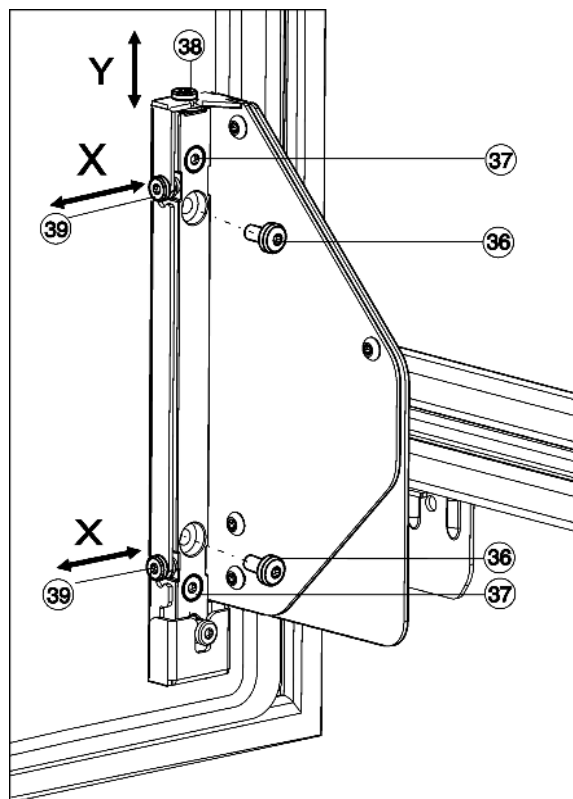

Fig. 27
- Kompletně vyšroubujte šrouby Fig. 27 (36) ven.
- ▷ Zlikvidujte šrouby Fig. 27 (36), nebudete je už potřebovat.
- Šrouby Fig. 27 (37) uvolněte pouze o 1 až 2 otočení.
- Otáčejte stavěcím šroubem (38). Ve směru hodinových ručiček: Dvířka se pohybují max. 4 mm nahoru. Proti směru hodinových ručiček: Dvířka se pohybují max. 2 mm dolů.
- Všechny šrouby Fig. 27 (37) opět pevně utáhněte.
- V případě, že šrouby Fig. 27 (36) jsou ještě na místě, zcela je vyšroubujte ven.
- Stavěcí šrouby Fig. 27 (39) seřízujte podle požadovaného bočního směru justáže.
- Po ukončení boční justáže šrouby Fig. 27 (37) opět pevně utáhněte.